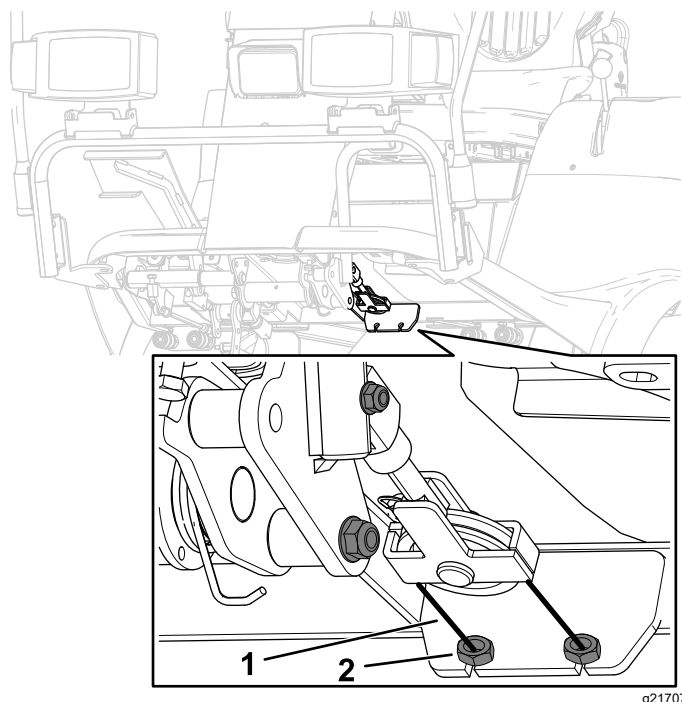

Figure 87
3. Si un réglage est nécessaire, desserrez les écrous de blocage avant et arrière de chaque côté des câbles de frein (Figure 87).